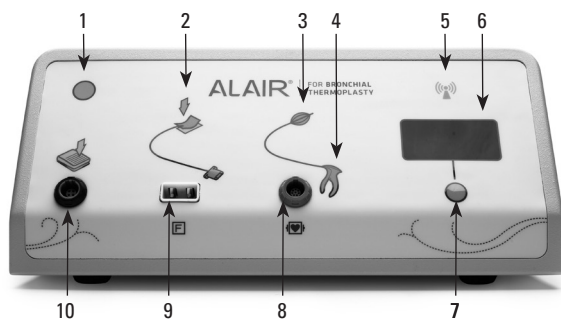

Figure 2 : Panneau avant du contrôleur Alair™
Les voyants du panneau avant, les boutons de commande et leur fonction sont décrits ci-dessous. Se reporter à la Figure 2 pour connaître l'emplacement de chaque élément sur le panneau avant.
3. Une fois les tests automatiques effectués, le contrôleur se met en mode VEILLE, l'affichage numérique indique zéro [0] et le voyant d'état est *orange* (**voir la Figure 2 ci-dessus pour connaître l'emplacement des commandes et des voyants**).